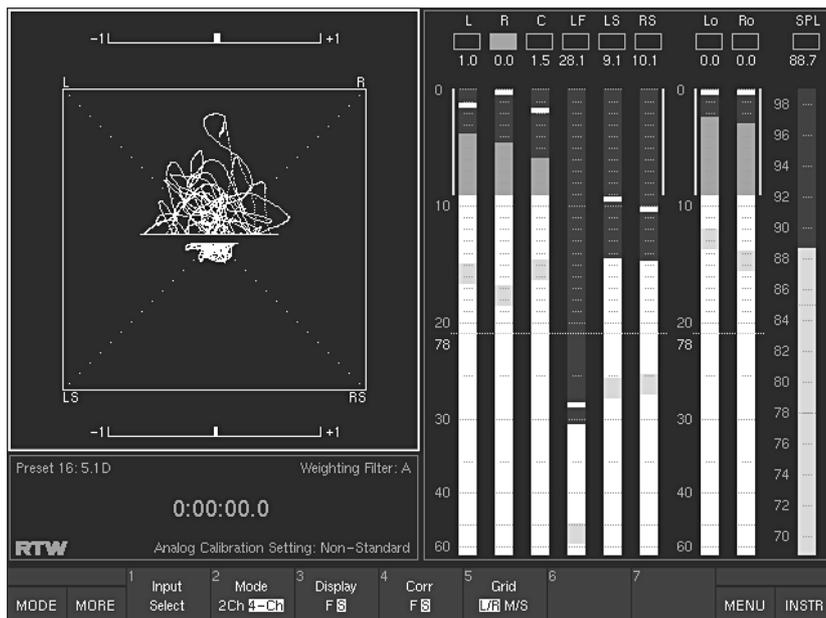

Bild 3-5: Bildschirmanzeige bei Anwahl des Instrumentes VSC und eingestelltem „Surround“-Modus
(im „Surround“-Modus: „Input Select“, Schaltfläche/Taste 2, siehe Bild 3-5
- **„Surround“-Modus** (Bild 3-5):
(im „Surround“-Modus: „Mode 2Ch/4Ch“, Schaltfläche/Taste 2, siehe Bild 3-5)
(im „Surround“-Modus: Schaltfläche/Taste 3, siehe Bild 3-5,
(im „Surround“-Modus: Schaltfläche/Taste 4, siehe Bild 3-5,
(im „Surround“-Modus: Schaltfläche/Taste 5, siehe Bild 3-5,